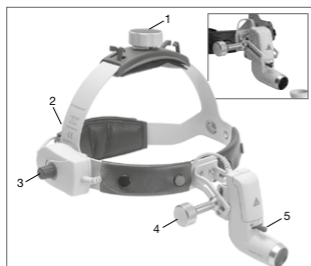

Fig. 4 Cinto craneal Profesional L
Ajuste de la **cinta craneal Profesional L (ver Fig. 4)**: La cinta craneal puede ensancharse o estrecharse girando las ruedas giratorias situadas en la parte superior (1) y trasera (2).
Ajuste de la dirección y del campo de iluminación (ver fig. 4)